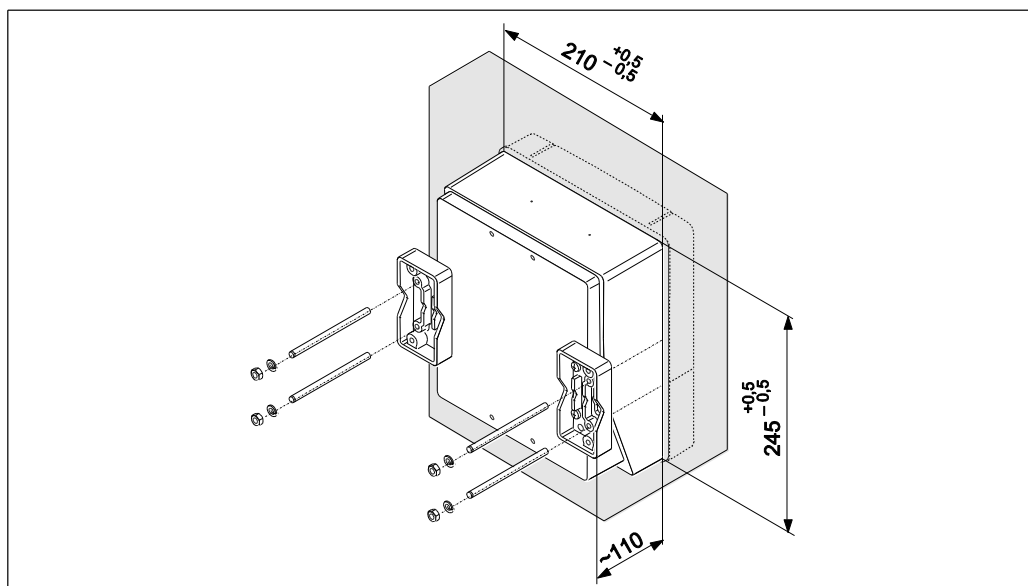

Рис. 15: Панельный монтаж (настенный корпус)
1. Подготовьте вырез в панели (рис. 15).